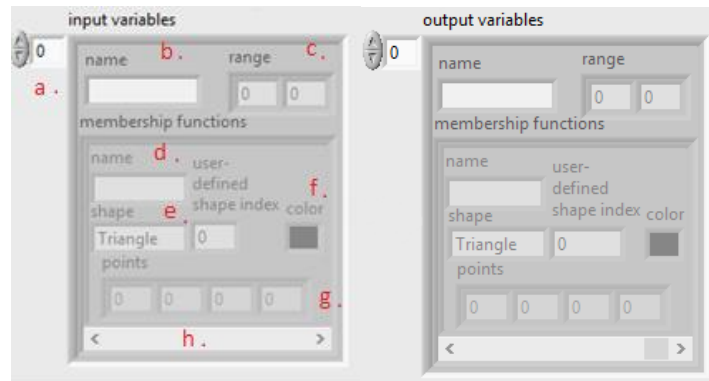

Figura 22. Cuadros de ingreso de variables de entrada y de salida
Variables de entrada y variables de salida (input variables and output variables): para ingresar las variables de entrada y de salida se dispone de los cuadros de la Figura 22.
- a.** Especifica o denota cual es el número de cada variable que se ingresa. En este caso es un sistema MIMO de 2 variables de entrada (error y derivada del error) y dos variables de salida (K_p y K_i), por lo tanto hay 2 valores activos en el indicador **a.** de la Figura 22 (0 para el error y 1 para la derivada del error)
- b.** En el primer cuadro llamado **name** se especifica el nombre de la variable de entrada o de salida según el cuadro, por ejemplo, en el caso de las variables de entrada si **a.** de la Figura 22 es 0 entonces **b.** de la misma Figura, sería error y si **a.** es 1 entonces **b.** sería derivada del error. Para las variables de salida se hace lo mismo pero con k_p y k_i .
En **variable index** se selecciona la variable de entrada o salida, teniendo en cuenta el indicador del literal **a.** de la Figura 22 y en **input/output** se selecciona que función de membresías se desea ver, si la de una variable de entrada o la de una variable de salida. El cambio entre la visualización de las gráficas de las funciones de membresía de entrada y de salida a veces no es instantánea, es necesario esperar algunos segundos y requiere que el botón **CONTROLAR** siga activado.
- b. Se ingresan los antecedentes de la regla con cada variable de entrada. IF **variable de entrada (denotada a. en la Figura 22)** = **función de membresía de la variable de entrada (denotada d. en la Figura 22)**. **Nota:** la función de membresía tiene asignado un número a través de un conteo ascendente que comienza en cero. Por ejemplo, si el usuario ingreso 3 funciones de membresía a una variable (bajo, medio y alto), el número que se le asigna es 0,1 y 2 respectivamente.
- d. Se ingresa los consecuentes de la regla. IF....THEN **variable de salida (denotada a. en la Figura 22)** = **función de membresía de la variable de salida**. La función de la barra de desplazamiento vertical es la misma que para los antecedentes (denotada c. en la Figura 24).